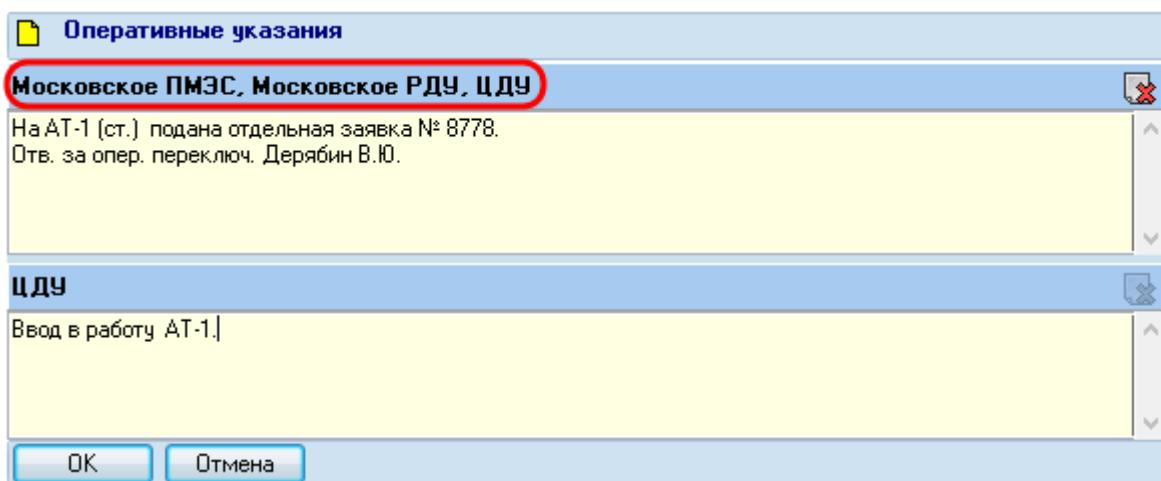

Рисунок 11.26 – Дополнение текстового примечания
Для дополнения текста примечания другого предприятия необходимо нажать на пиктограмму «» и в поле ввода другого предприятия добавить примечание. При этом в строке с наименованием предприятия, через запятую отобразиться наименование другого предприятия, от которого было написано примечание и наименование текущего предприятия от которого вводится дополнение к примечанию (Рисунок 11.26).
- при редактировании текстового примечания, созданного другим предприятием, добавляется авторство текущего предприятия (см. Рисунок 11.26);